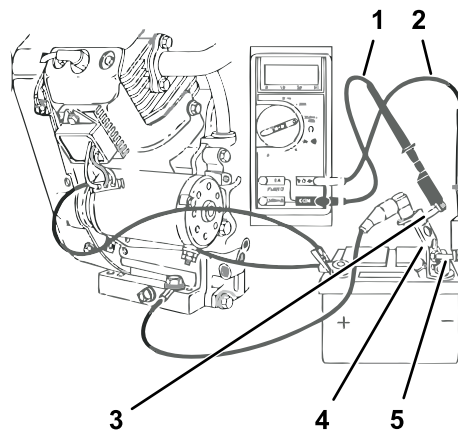

Figure 107
3. Insérez le fil d'essai rouge dans la prise V Ω du multimètre. Connectez l'autre extrémité du fil d'essai rouge à la borne du shunt (Figure 107).